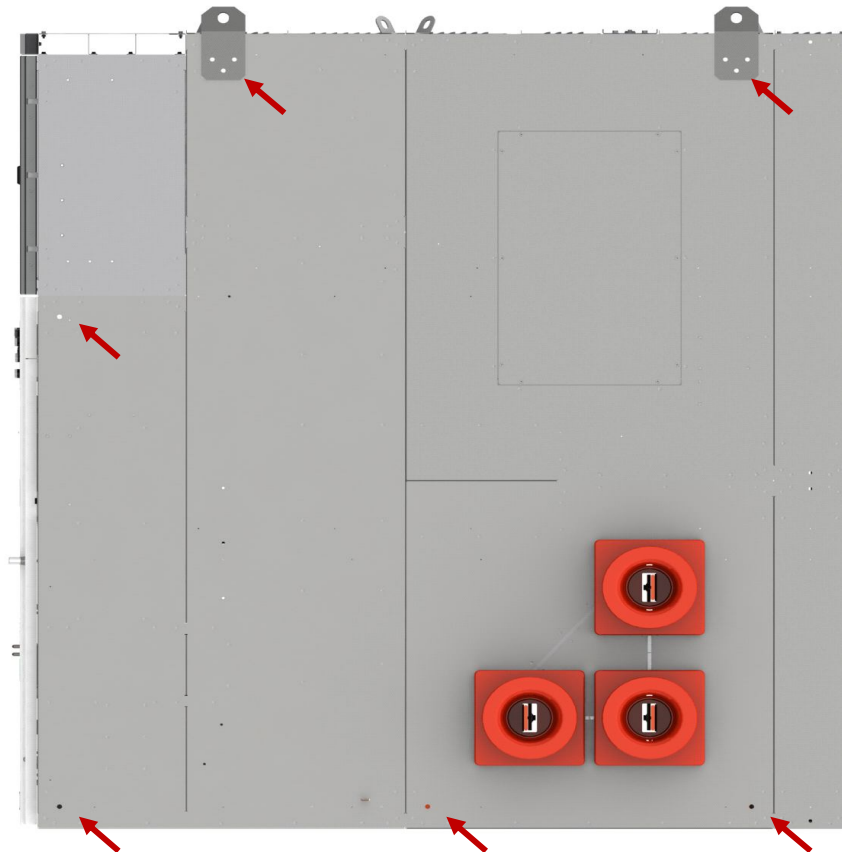

**Рис. 17 Способы крепления шкафов КРУ**
2.5.2.2 Прикрепить шкаф КРУ к установочной поверхности одним из способов, показанных на рис. 17.